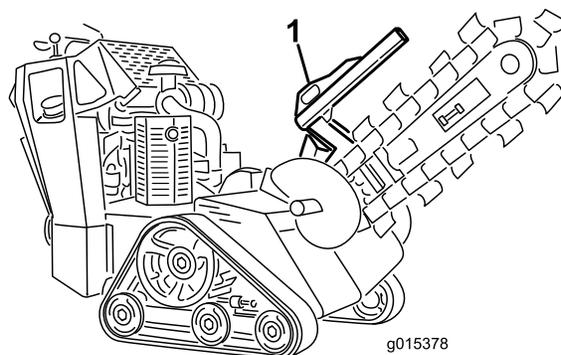
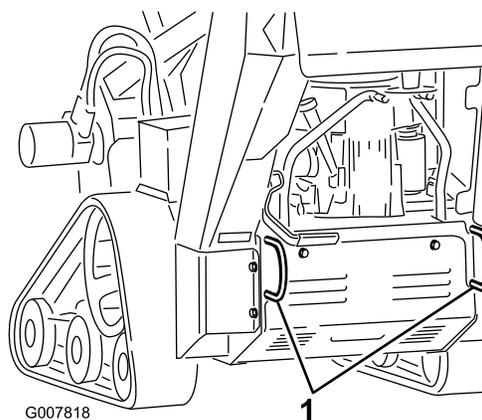

Figura 18
Figura 19
3. Fissate la macchina al rimorchio con catene o cinghie utilizzando gli anelli di attacco/sovvamento sulla parte anteriore e posteriore della macchina (Figura 18 e Figura 19). Fate riferimento alle ordinanze locali per i rimorchi e ai requisiti per i punti di attacco.
La macchina può essere sollevata utilizzando gli anelli di attacco/sovrapposizione come punti di sollevamento (Figura 18 e Figura 19).